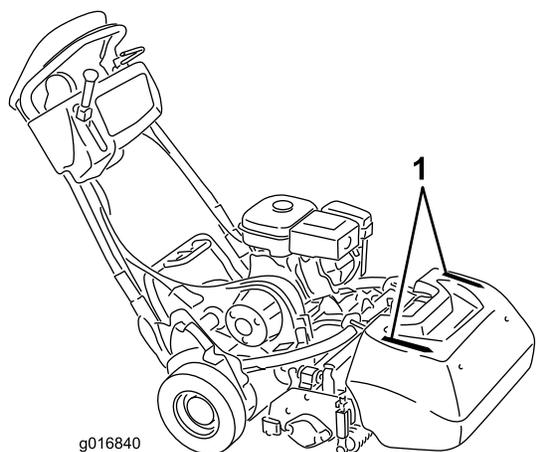

図 29
- 真っ直ぐに刈るコツの一つは、集草バスケットについている線 図 29を目安にして、となりの刈り跡と平行に、常に一定の距離をおいて歩くことです。